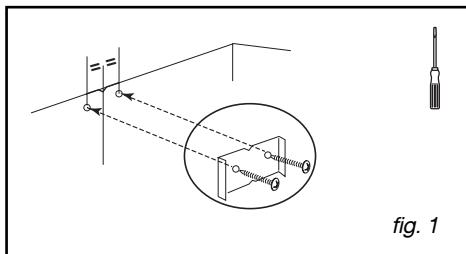

fig. 1
- Bevestig de metalen schouwsteun met behulp van de twee schroeven tegen de muur en tegen het plafond (fig.1).